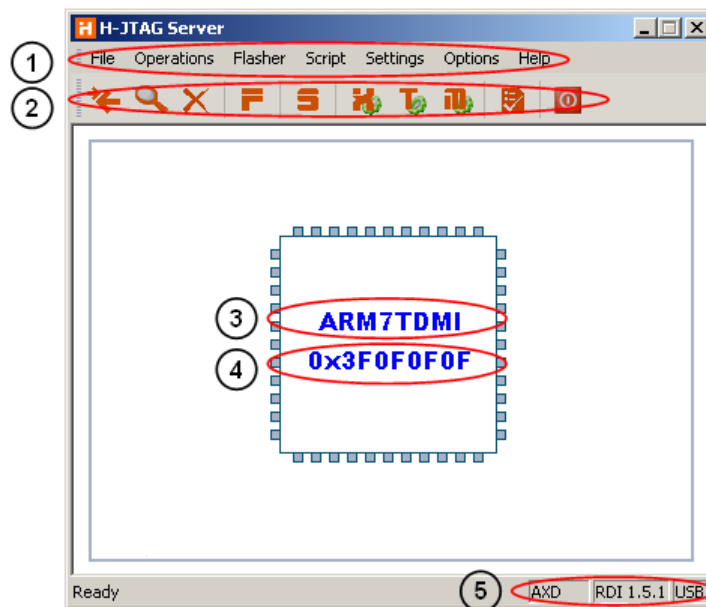

图 2-7 H-JTAG 主界面
H-JTAG 运行时，用户主界面如图 2-7 所示。其中，(1) 为 H-JTAG 菜单；(2) 为 H-JTAG 工具栏；(3) 为 H-JTAG 检测到的目标 CPU 的类型；(4) 为目标 CPU 的芯片 ID；(5) 依次显示了当前的调试软件，RDI 接口版本和硬件接口。